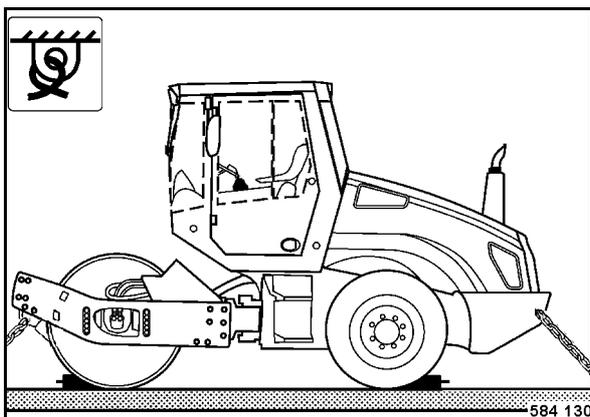

Рис. 120
- Закрепить машину на транспортном средстве (Рис. 120), при этом произвести крепление к четырем проушинам, расположенным на передней и задней тележке.